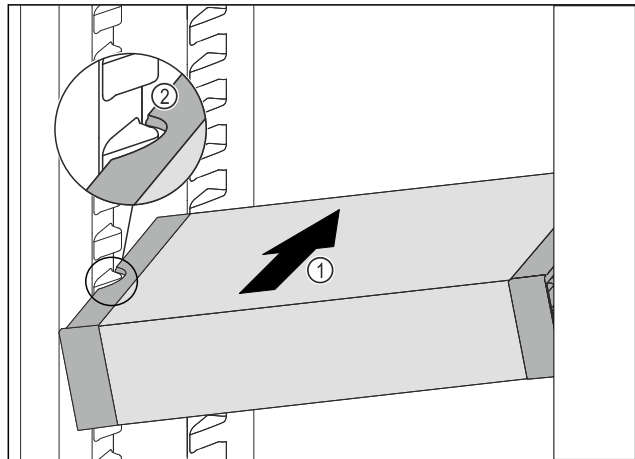

Fig. 59
- Inserire VarioSafe ad angolo nel vano frigorifero Fig. 59 (1) fino a quando le cavità laterali Fig. 59 (2) di VarioSafe non si trovano al livello della nervatura del contenitore nel vano frigorifero.